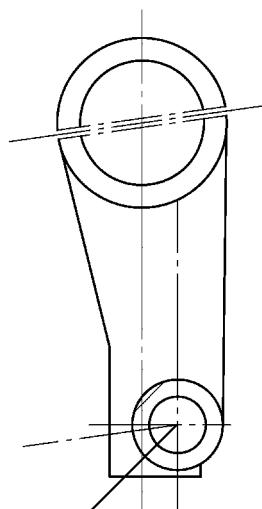

图11-43 偏移结果
4) 单击功能区【直线】按钮，利用对象捕捉功能捕捉两中心线交点，输入“<-135”（即与竖直中心线成45°角），并单击【偏移】按钮，向上偏移17mm，利用【修剪】和【延伸】命令对其进行修剪和延伸，如图11-43所示。